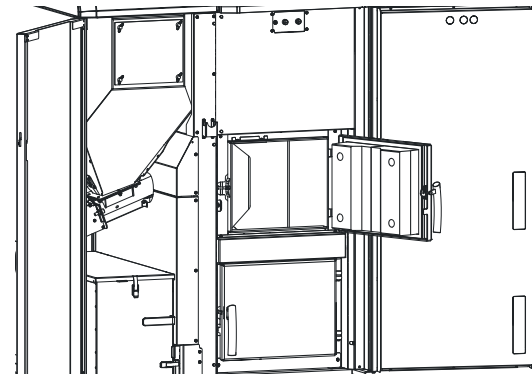

Fig. 36 Verkleidungstür und Brennraumtür öffnen
- ▶ Verkleidungstür und Brennraumtür öffnen – Fig. 36 – siehe auch Pkt. 8 auf Seite 11.